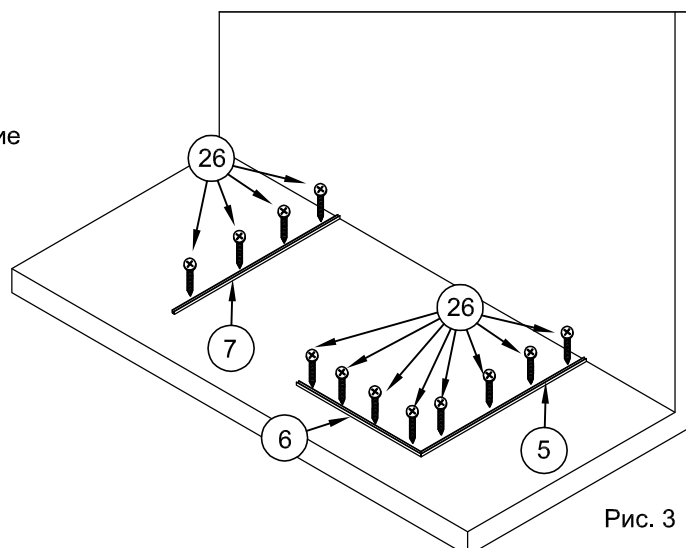

Рис. 3
1.7. Установить профили №5, №6 и №7 на соответствующие места пола. Вставить в отверстия шурупы №26 и вкрутить их отверткой, закрепив профили в положенных местах на полу (рис.3).